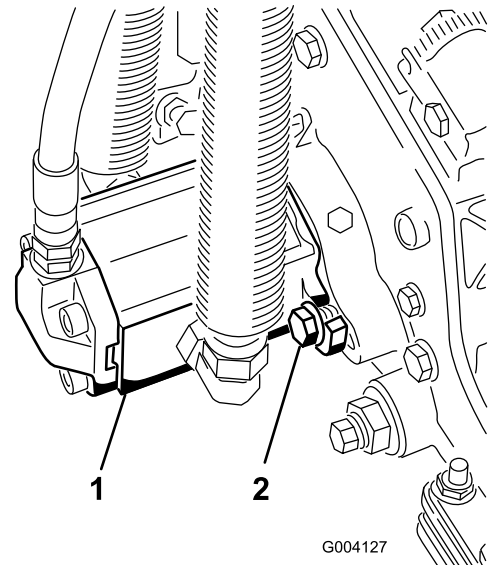

図 31
3. モータを手に持ち、右回りにひねってモータのフランジをボルトから逃がしながら、キャップスクリューにモータをセットする(図 31)。